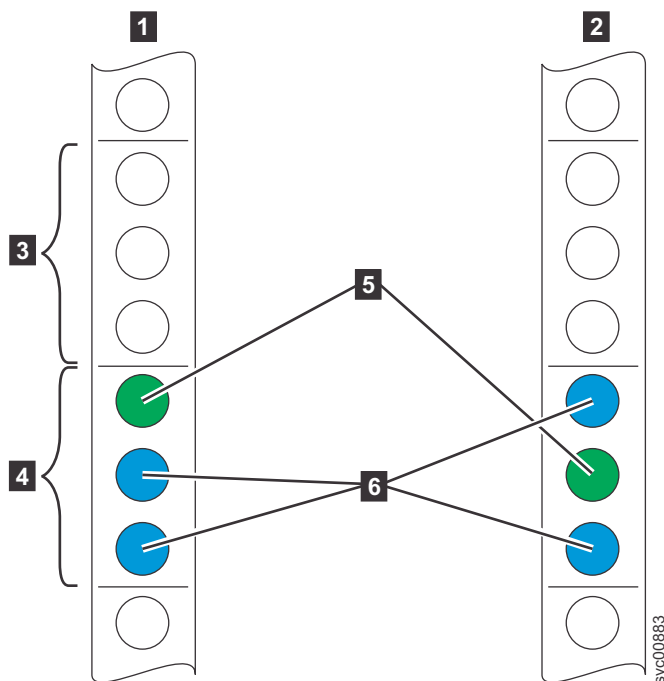

図 62. ラック・スペースの識別
1. 図 62 に示されているように、(取り付けるノードに応じて) ラック内の使用可能な 2U スペースを選択します。